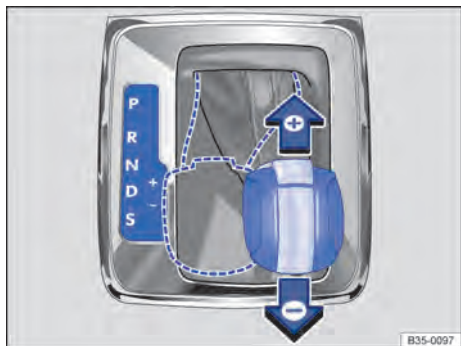

Fig. 166 Alavanca seletora na posição Tiptronic (veículos com direção à esquerda). Veículos com direção à direita são espelhados.
- Mover a alavanca seletora para frente ou para trás para aumentar ou diminuir a marcha $\Rightarrow$ Fig. 166.